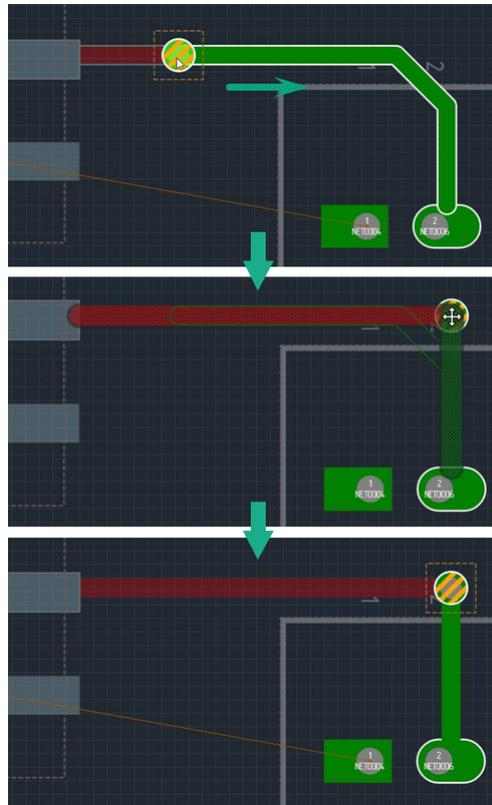

Рис. 294 Перемещение межслойного перехода с подключенными треками
2. Переместите курсор в точку, где должно быть размещено переходное отверстие. Перемещение курсора должно быть плавным, чтобы треки, подключенные к переходному отверстию, были корректно изменены, см. Рис. 294. Во время перемещения курсора на экране отображается возможный вид межслойного перехода и возможное положение треков.